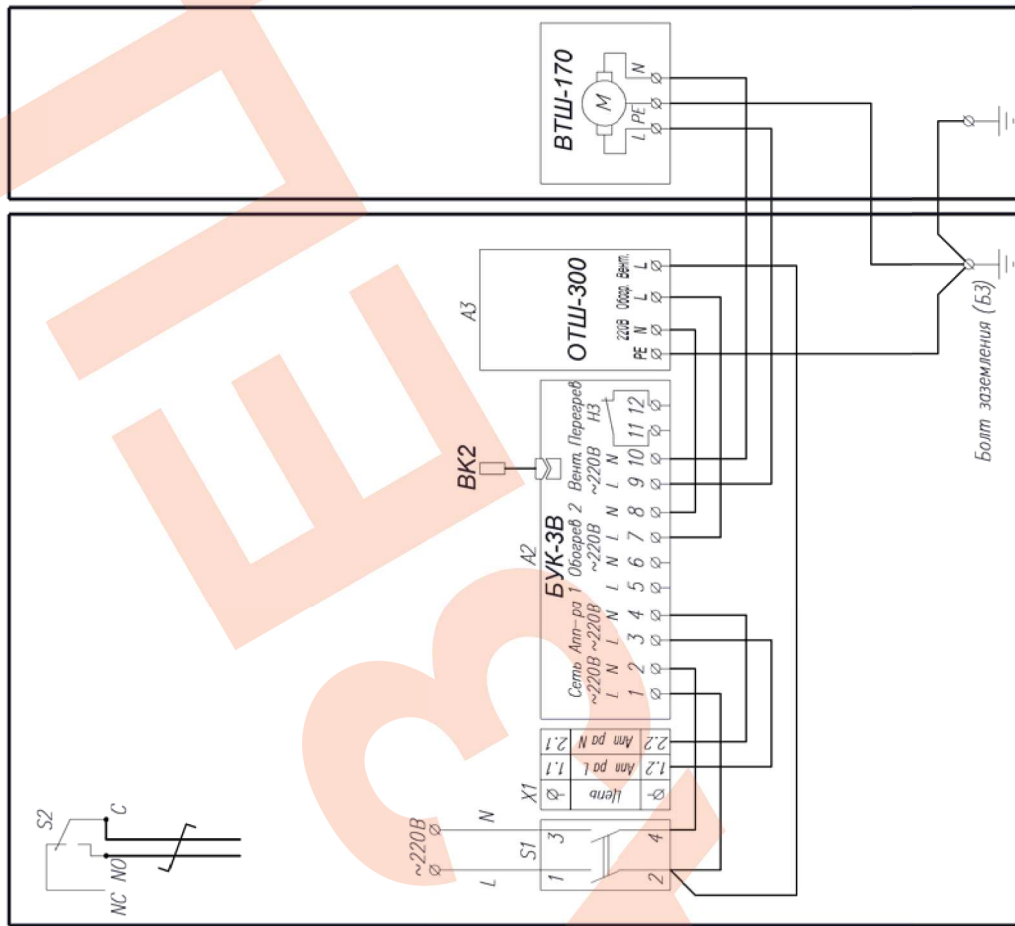

Рис.3 Схема электрическая принципиальная
3. Отсоединить провода кабеля (рис.3) от колодки вентилятора ВТШ-170.